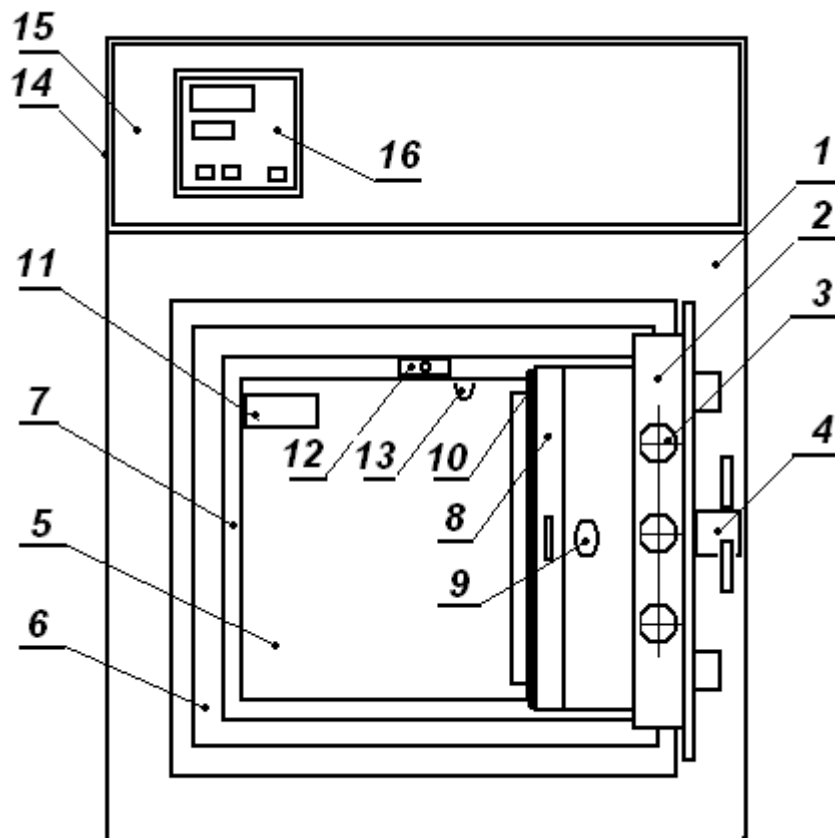

Рис.1. Общий вид изделия
4.1 Изделие (рис.1), изготовленное на базе сейфа (1) с устойчивостью к взлому III или IV класса, соответствует ГОСТ 51110-97, ГОСТ 51113-97, ГОСТ Р50862-2005 и ГОСТ16317-87 снабжено дверью (2) с ригельным замком (3) и приводной ручкой (4).